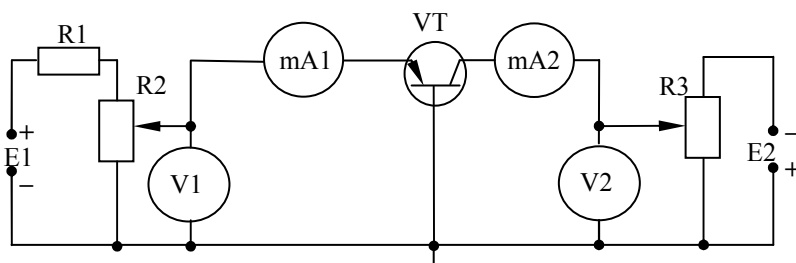

Рис.5. Электрическая схема исследования транзистора, включенного по схеме с ОБ
2. Собрать электрическую схему для исследования транзистора, включенного по схеме с ОБ (рисунок 5).